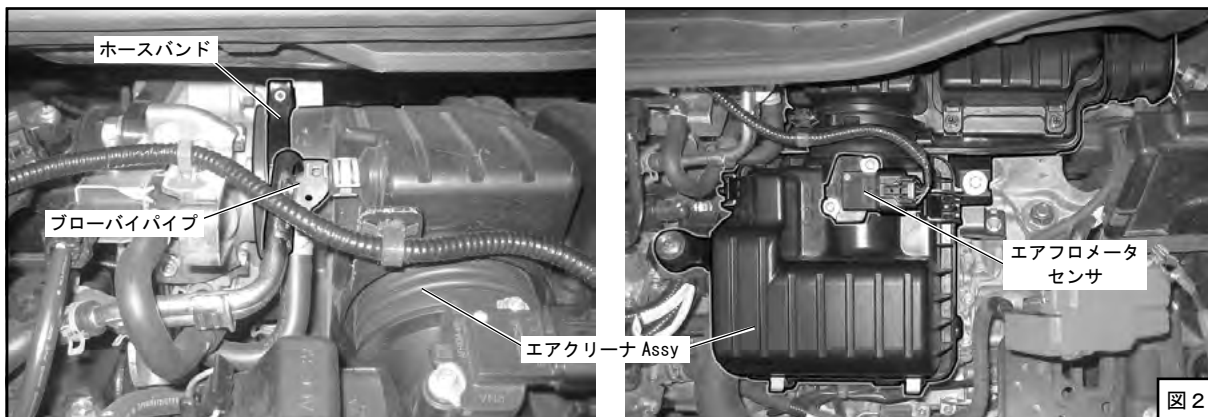

図2
- (4) 車輛からバッテリーを取外してください。
- (5) エアフロメータセンサからコネクタを外してください。(図2)
- (6) ボルト2本を外し、ホースバンドをゆるめてエアクリーナ Assy が動かせるようにしてください。(図2)
- (7) エアクリーナ Assy からブローパイプを抜いて、エアクリーナ Assy を取外してください。(図2)
- (8) エアクリーナ Assy からエアフロメータセンサを取外してください。(図2)